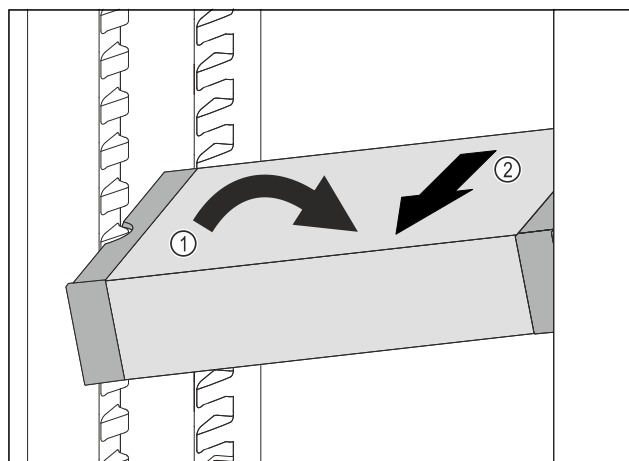

Fig. 167
- Incliner le VarioSafe dans la partie réfrigérateur. Fig. 167 (1)
- Sortir le tiroir VarioSafe par l'avant. Fig. 167 (2)